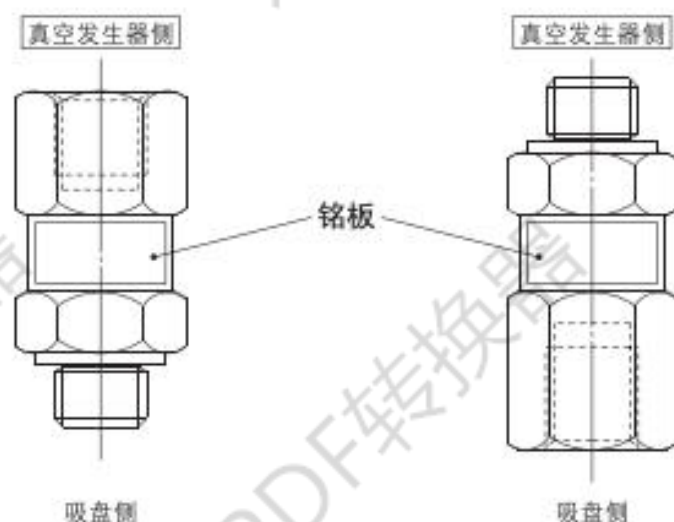

图1.安装方向
- ③ 本产品不可拆解。拆解·再组装后则不能满足最初性能。
- ④ 本产品的吸盘侧与真空发生器侧的配管请不要搞错。(参见图1)